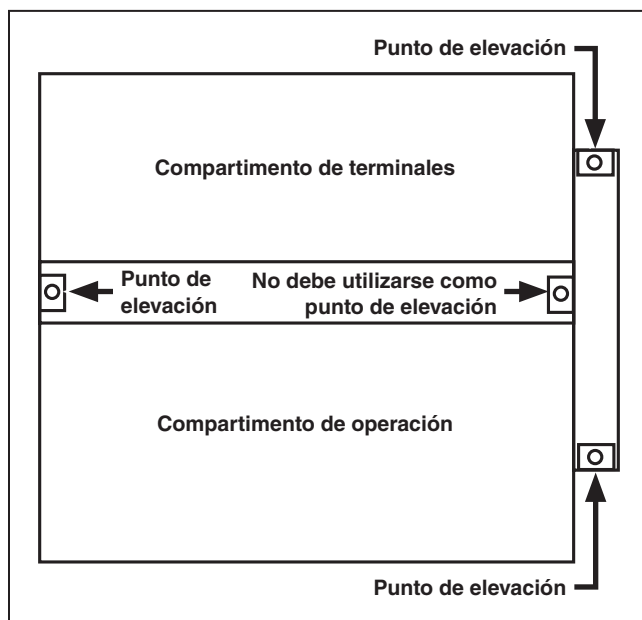

Figura 10. Vista superior del interruptor estilo para montaje en pedestal, desplegando la elevación en tres puntos.
PASO 7. Desatornille el gabinete de la tarima y remuévalo observando las precauciones mencionadas en la sección “Manipulación” en página 8. Utilice un sistema de elevación de tres puntos para equilibrar correctamente el gabinete. Ver Figura 10.